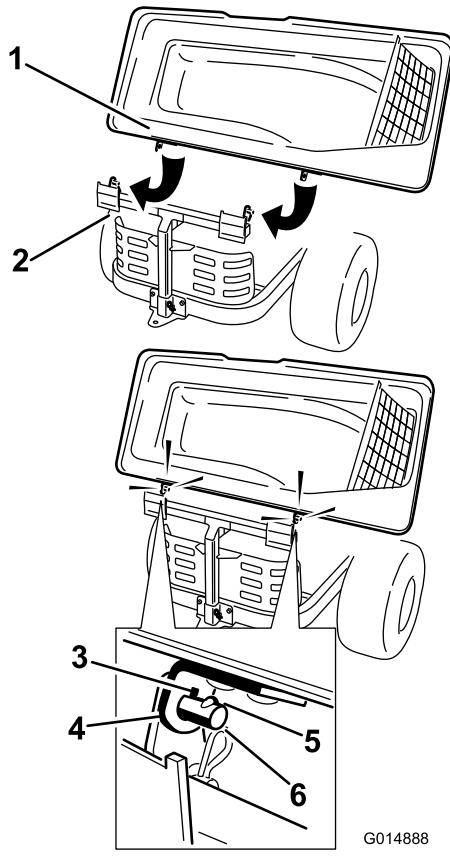

Figure 16
1. Montez le couvercle du système de ramassage sur le bâti. Faites pivoter le couvercle pour aligner les trous de clavettes dans les supports supérieurs du système de ramassage sur les clavettes des montants du bâti (Figure 16). Faites coulisser les supports sur les montants et abaissez le couvercle du système de ramassage en position de marche.